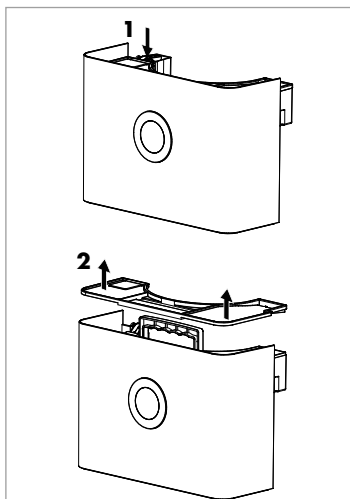

Abb. 2
- ◆ Um den Deckel des Wassertanks **5** anzuheben, drücken Sie den Schwimmer hoch **(1)** und entnehmen Sie anschließend den Deckel **(2)**, wie in der Abbildung 2 dargestellt. Gießen Sie das Wasser aus und schieben Sie den Wassertank **5** mit eingesetztem Deckel wieder in das Gerät ein. Klappen Sie dabei den Griff des Wassertanks **5** herunter. Das Gerät setzt den Betrieb mit dem zuvor gewählten Programm fort.